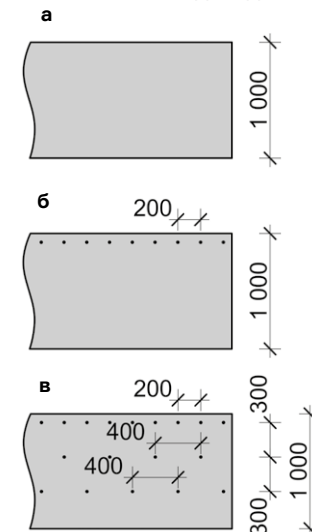

Рис. 11. Схема расположения крепежа для подкладочных ковров Döcke.
4.1.4 Самоклеящиеся подкладочные ковры Döcke допустимо монтировать без дополнительной механической фиксации при температуре окружающего воздуха не ниже +15 °C (рис. 11а). Самоклеящийся подкладочный ковер необходимо крепить гвоздями (тип 1, таблица №1) по схеме приведённой на рис. 11в в тех случаях, когда планируются перерывы в работе, а так же в случае осуществления монтажа при температуре ниже +15 °C.